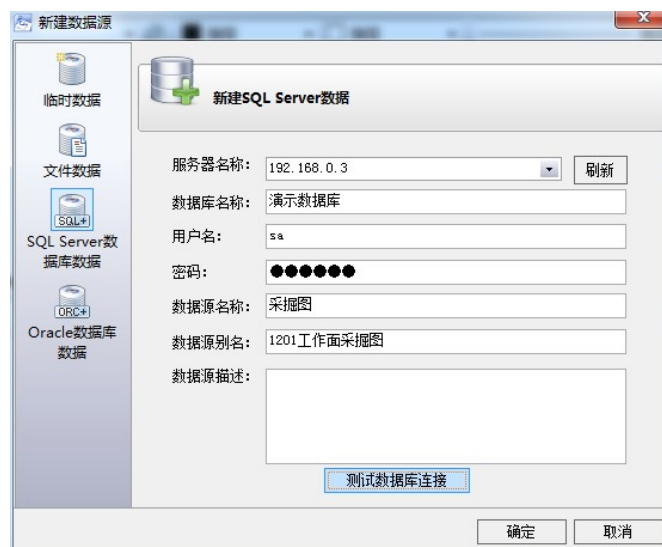

图 1-25 新建 SQL 数据库数据
(3) 当选择【SQL Server 数据库数据】时，如图 1-25 所示。根据对话框中提示分别设置服务器名称、数据库名称、数据库用户名、数据库密码、数据源名称、数据源别名及数据源描述，“测试数据库连接”成功后，点击【确定】即可在绘图窗口中根据【数据源名称】创建新的文档，并自动保存在 SQL Server 数据库中相应数据库名称（如图 1-25 中的“演示数据库”）中。